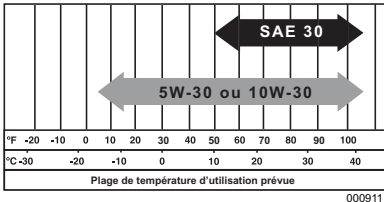

Figure 2-2. Huile recommandée
4. Voir **Figure 2-2**. Remplir avec l'huile moteur recommandée jusqu'au bas de l'orifice de remplissage d'huile (A).
Voir **Figure 2-2**. Le climat détermine la viscosité d'huile qui convient.